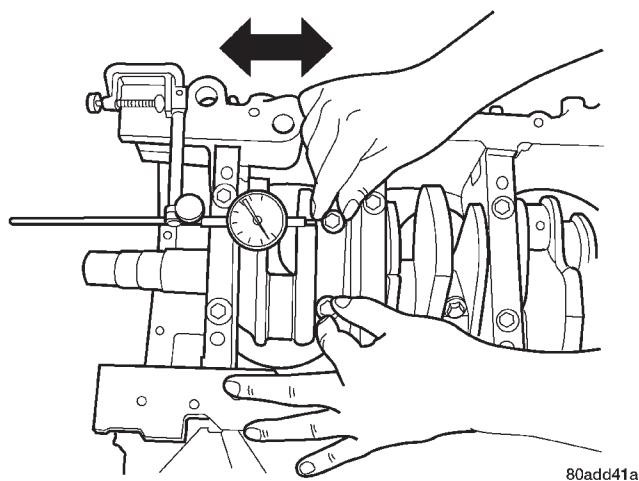

Abb. 15 Axialspiel der Pleuelstangen messen
(3) Vor dem Aufschrauben der Muttern die Gewinde mit Motoröl schmieren.
(4) Alle Muttern zunächst nur fingerfest aufschrauben und dann vorschriftsmäßig festziehen.
(5) Muttern mit einem Anzugsmoment von 54 N·m (40 ft. lbs.) zzgl. 1/4 turn Umdrehung festziehen.
(6) Axialspiel der Pleuelstangen mit einer Fühlerlehre messen (Abb. 15). Zu den Sollwerten siehe Tabelle zu Axialspiel der Pleuelstangen.